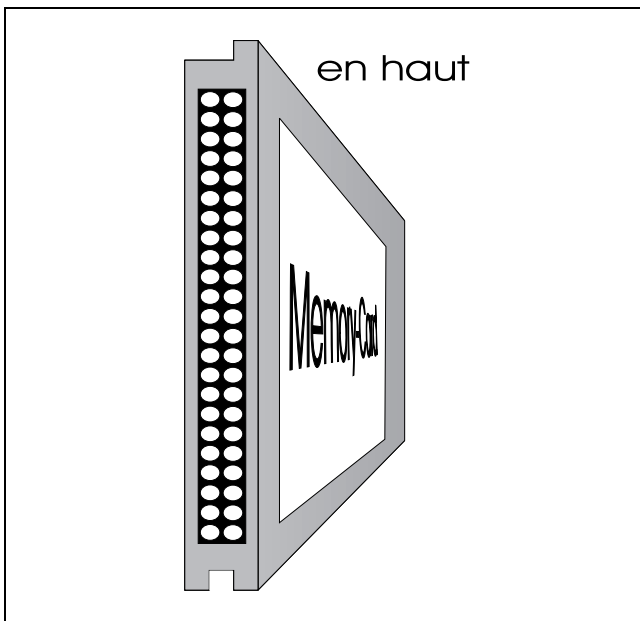

Fig. 90 Memorycard
2. Insérer la Memorycard dans la fente perpendiculaire suivant fig. 90 indépendamment de l'affectation de l'inscription (polarisation impossible en raison de la protection de polarisation mécanique).